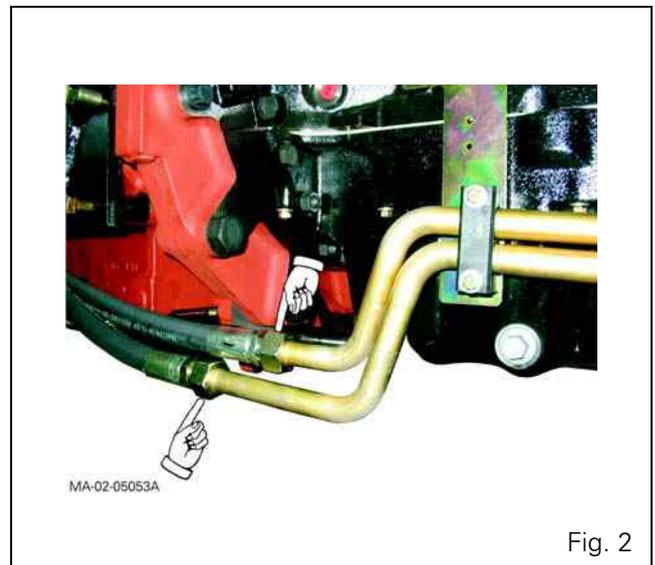

Fig. 2
9. Marcar y desconectar las mangueras de lubricación de ida y retorno del enfriador (motor CAT105 CV, Fig. 2).